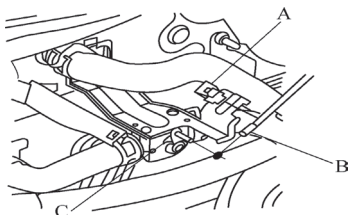

图 5-149 从加热器阀臂上拆出加热器阀拉线
1) 如图 5-149 所示，在发动机舱盖下打开拉线夹 A，然后从加热器阀臂 C 上拆出，加热器阀拉线 B。